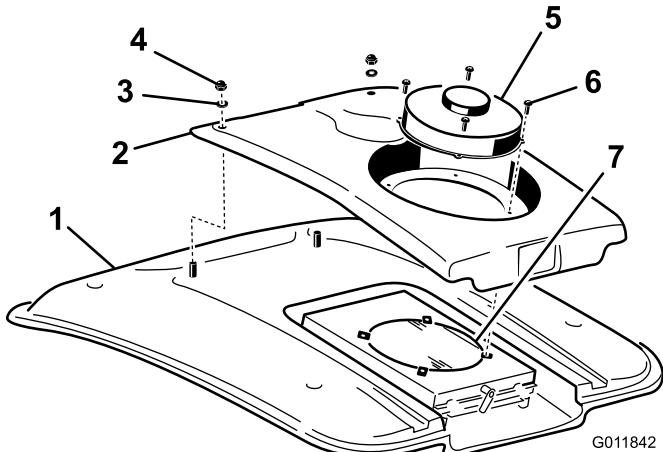

Bild 104
2. Entfernen Sie die (4) Schrauben, mit denen der Lüfter und die Kondensatorabdeckung an der Lüfterbefestigung befestigt ist (Bild 104).
4. Entfernen Sie die zwei Schrauben und Scheiben, mit denen die Vorderseite der Kondensatorabdeckung am Kabinendach befestigt ist (Bild 104).
8. Reinigen Sie den Klimaanlagen-Kondensator gründlich mit Druckluft (Bild 104).